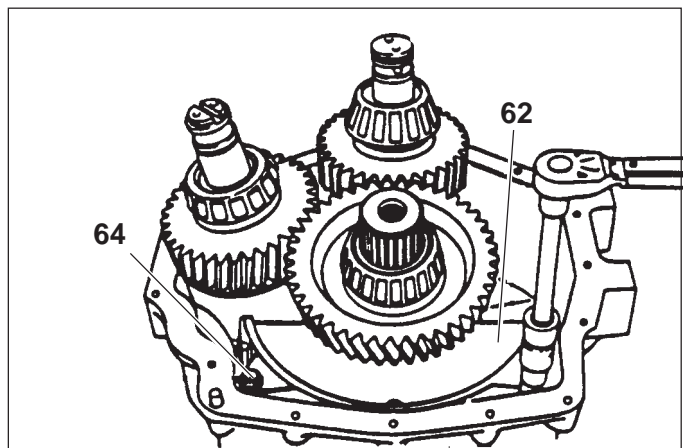

Fig. 41
- 1) Montare il carterino (62) sulla semicarcasta. Le viti sono da avvitare impiegando del liquido frenafilietti LOCTITE 270 e serrate alla coppia di 13 Nm (Fig. 41).
- 1) Put the casing (62) on the half casing. The screws should be tightened using the thread brake liquid LOCTITE 270 and lock incouples of 13 Nm (Fig. 41).